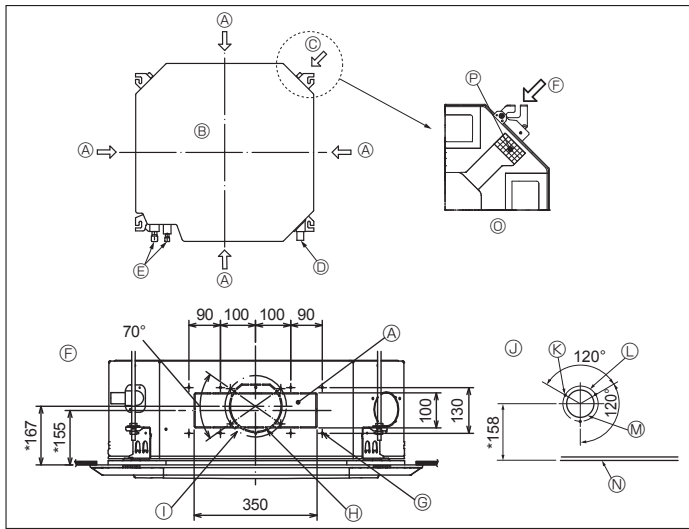

Fig. 3-4
3.4. ท่อแยกและช่องรับอากาศบริสุทธิ์ (Fig. 3-4)
ในเวลาที่จะติดตั้ง ให้ใช้ช่องระบายอากาศ (ตัดออกเป็นช่อง) ตามตำแหน่งที่แสดงไว้ใน Fig. 3-4 เมื่อจำเป็น